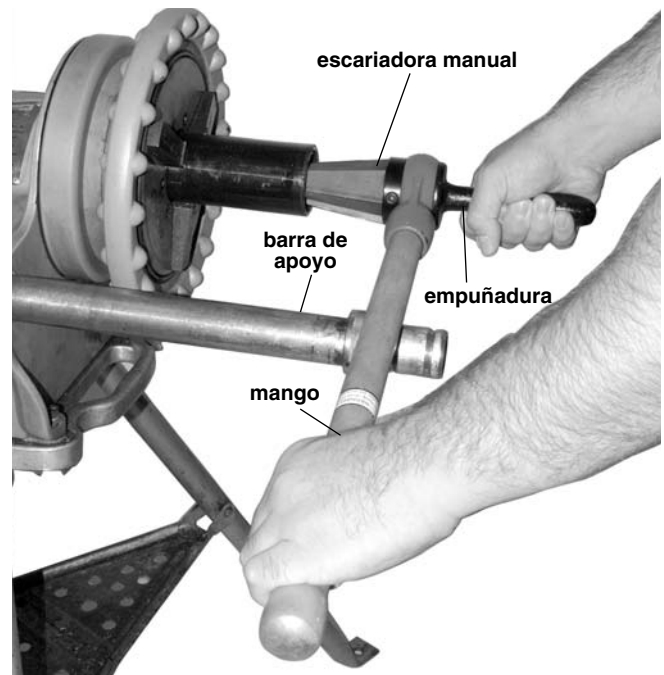

Figura 6 – Escariado de tubos con escariadora manual
4. Pose el mango en la barra de apoyo izquierda (*Figura 6*) y sostenga la empuñadura de la escariadora con su mano derecha. Sus dedos no deben tocar la zona donde hacen contacto la escariadora y la barra de apoyo. Pueden sufrir pellizcos.